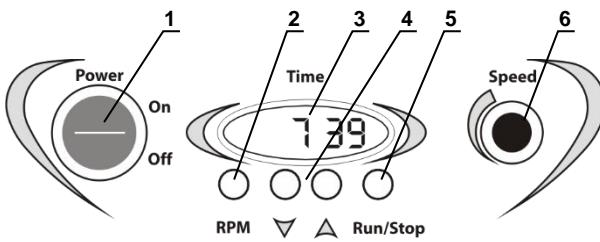

Рис. 1. MR-1, панель управления
- 5.1.1. Подключите блок питания к сетевой розетке с заземлением. Переведите переключатель питания **Power** (рис. 1/1) в положение **ON** (включено). Включится дисплей (рис. 1/3).
- 5.1.3. **Установка времени.** С помощью кнопок Δ и ∇ (рис. 1/4) установите необходимый интервал времени в часах и минутах (шаг 1 мин.), руководствуясь показаниями дисплея (рис. 1/3) . Если нажать и держать кнопку, скорость смены значений увеличивается.
- 5.1.4. **Установка скорости.** С помощью рукоятки регулировки скорости (рис. 1/6) установите необходимую скорость перемешивания. Во время поворота рукоятки и при нажатии кнопки **RPM** (рис. 1/2) на дисплее (рис. 1/3) показывается скорость, в 1 мин^{-1} (**RPM** или раз в минуту).
- 5.1.5. Нажмите кнопку **Run/Stop** (рис. 1/5). Начнётся движение платформы и отсчёт установленного интервала времени, при интервале более часа – в часах и минутах, при интервале меньше часа – в минутах и секундах. Во время работы можно менять скорость, но не время.